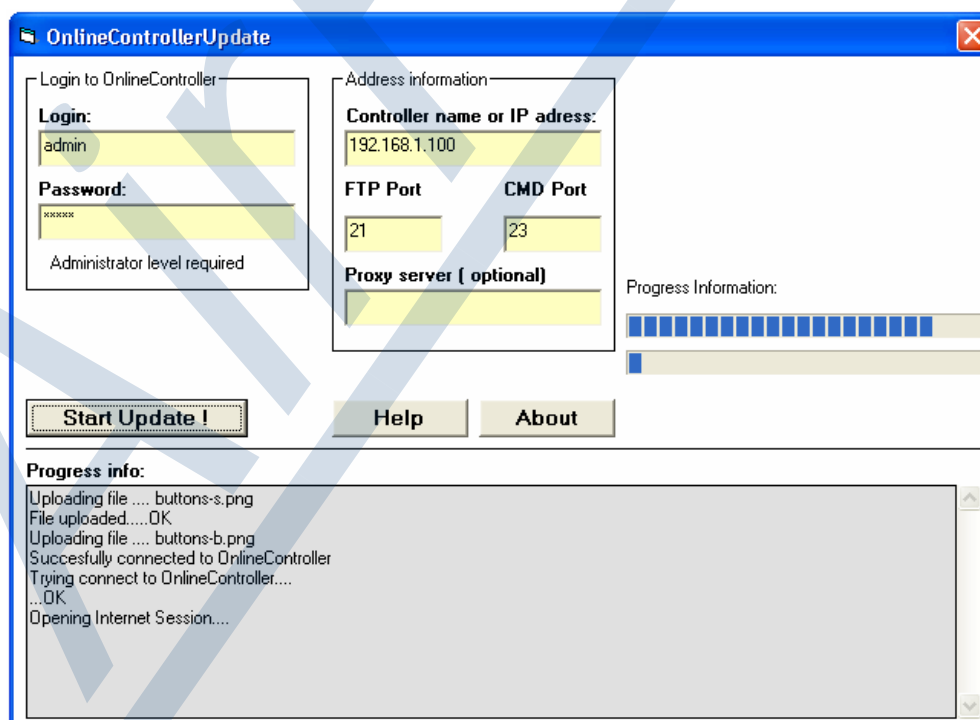

Рисунок 29
2. Активируйте Controllerupdate.exe (кликните на него два раза). Активируется настройка актуализации адаптера KKR01A (смотри рисунок 29).
3. Кликните два раза для активации Controllerupdate.exe. Активируется актуализация адаптера KKR01A (смотри рисунок 29).